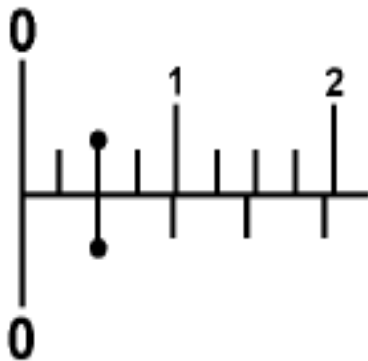
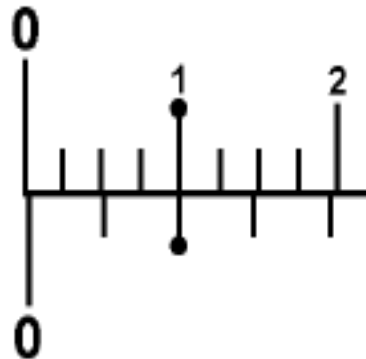
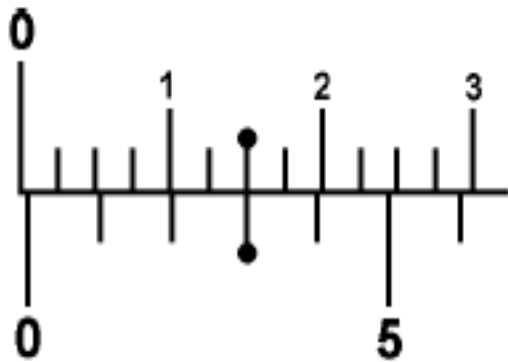

Fig.9
Fig.10
Fig.11
- Se deslocarmos o cursor do paquímetro até que o primeiro traço do nônio coincida com o da escala, a leitura será 0,001" (fig.9), o segundo traço 0,002" (fig.10), o terceiro traço 0,003" (fig.11), o décimo segundo traço 0,012" (fig.12).